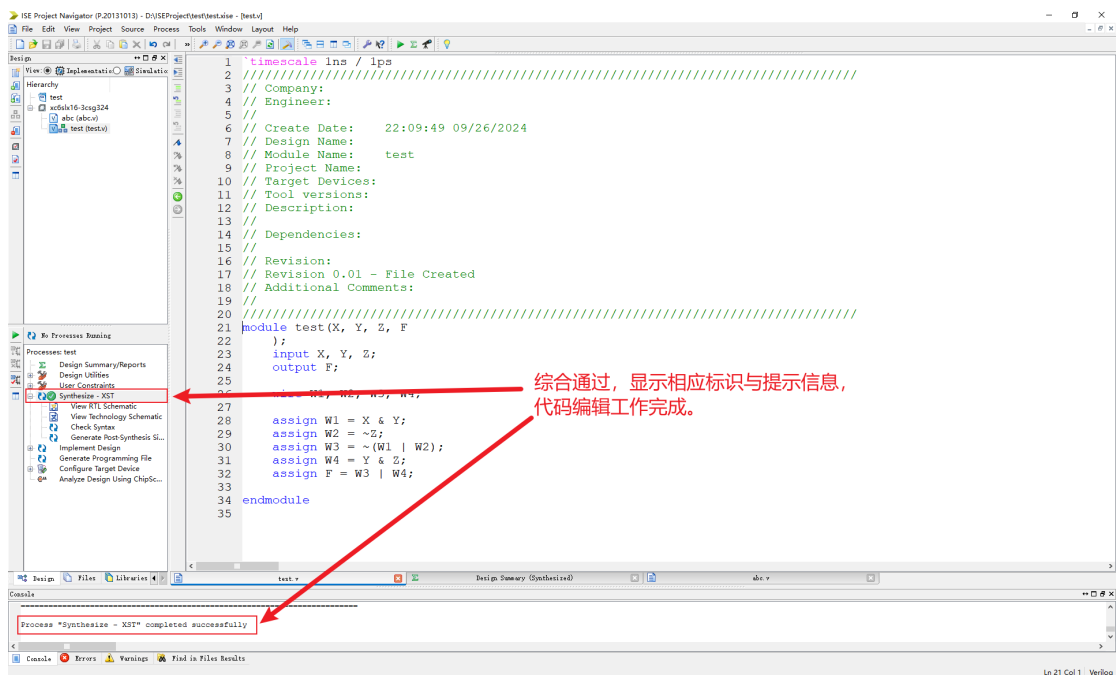

图 2-16 综合通过
7) 若综合过程通过，操作窗口中“Synthesize - XST”选项前会出现对应的标识，同时控制栏中会显示提示信息“Process “Synthesize - XST” completed successfully”，表示综合过程通过，模块编辑工作阶段完成，可以进入模块仿真工作阶段，如图 2-16 所示。